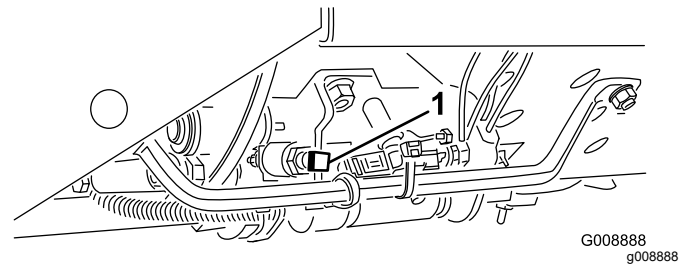

Figura 20
**Importante:** La velocidad de siega se ajusta en fábrica a 9,7 km/h. Puede aumentarse o reducirse ajustando el tornillo de tope de velocidad (Figura 20).